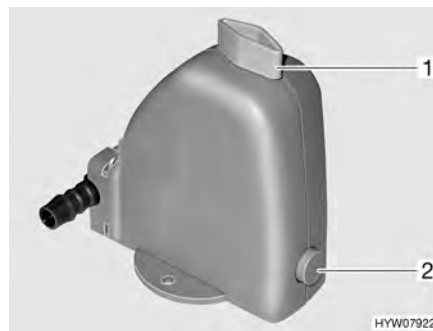

Fig. 177 Valvola di sicurezza/di scarico del boiler
Il boiler è dotato di una valvola di sicurezza/di scarico (Fig. 177). La valvola di sicurezza/di scarico impedisce che l'acqua congeli nel boiler in presenza di basse temperature esterne, quando il riscaldamento dell'autocaravan non è acceso.
- Chiudere la valvola di sicurezza/di scarico. A tal fine ruotare la manopola (Fig. 177,1) verticalmente rispetto alla valvola di sicurezza/di scarico e premere verso l'interno il bottone automatico (Fig. 177,2).
- Aprire la valvola di sicurezza/di scarico. A tal fine ruotare la manopola (Fig. 177,1) nel senso della lunghezza della valvola di sicurezza/di scarico. Il bottone a pressione (Fig. 177,2) scatta all'infuori. Il boiler viene svuotato verso l'esterno tramite la valvola di sicurezza/di scarico.